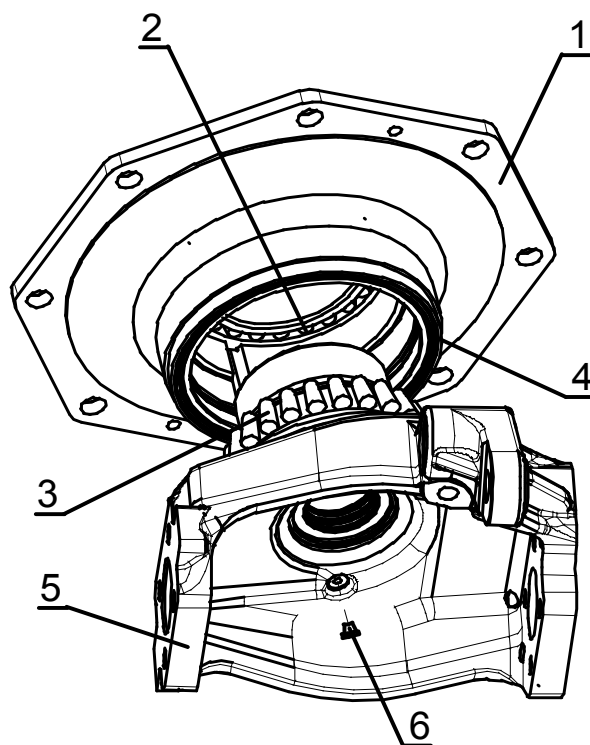

Рис.5.11
11) снимите ступицу (1), (рисунок 5.11), в сборе с наружным подшипником (2) и кассетной манжетой (4). Для исключения повреждения манжеты ступицу необходимо снимать без перекосов;
12) снимите внутреннюю обойму подшипника (3), (рисунок 5.11), используя демонтажные отверстия в кулаке (5) заглушенные, пробками (6);